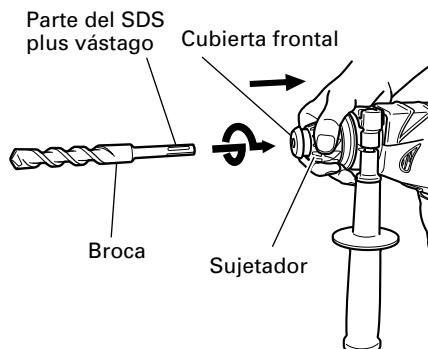
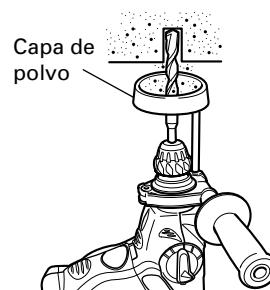

Fig. 2
Fig. 3
6. Montaje de la broca (Fig. 2)
(1) Limpie la parte del vástago de la broca de taladro.
(2) Para colocar una broca (parte del SDS plus vástago), tire completamente del sujetador en la dirección de la flecha tal y como se muestra en la Fig. 2 e insértela hasta el fondo mientras la gira manualmente.
(3) Al soltar el sujetador, la broca quedará fijada.
(4) Para extraer la broca, tire completamente del sujetador en la dirección de la flecha y extráigala.
7. Instalación del colector de polvo (accesorios opcionales) (Fig. 3)
Emplee la copa de polvo instalando la broca como se muestra en la Fig. 3.